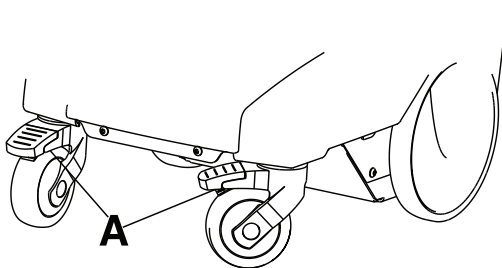

图14-6: 轮锁
要施用轮锁，用您的脚将 (A) (第14-21页, 图14-6) 往下压。
要释放轮锁，用您的脚将 (A) (第14-21页, 图14-6) 往上拉。